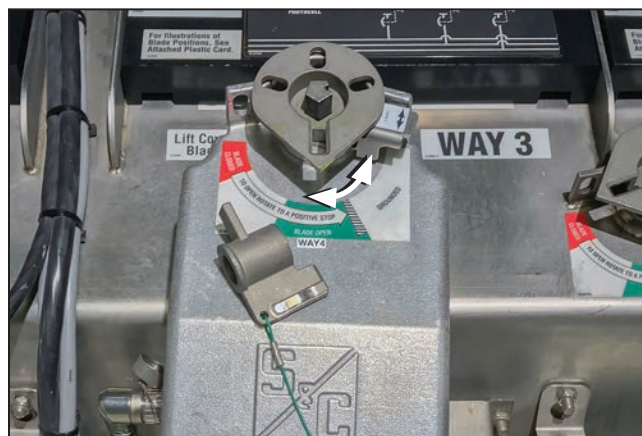

Figura 19. Operador motorizado recarregado e na posição Aberta.
PASSO 7. Numa operação da posição **Fechada** para a posição **Aberta**, a alavanca de operação deve ser movimentada totalmente até a linha, como mostrado na etiqueta associada à recarga do mecanismo. Ver Figura 18 na página 14. No caso do interruptor de falta tripolar, a alavanca de operação não pode ser removida até que o mecanismo esteja totalmente carregado. Ver Figura 19.